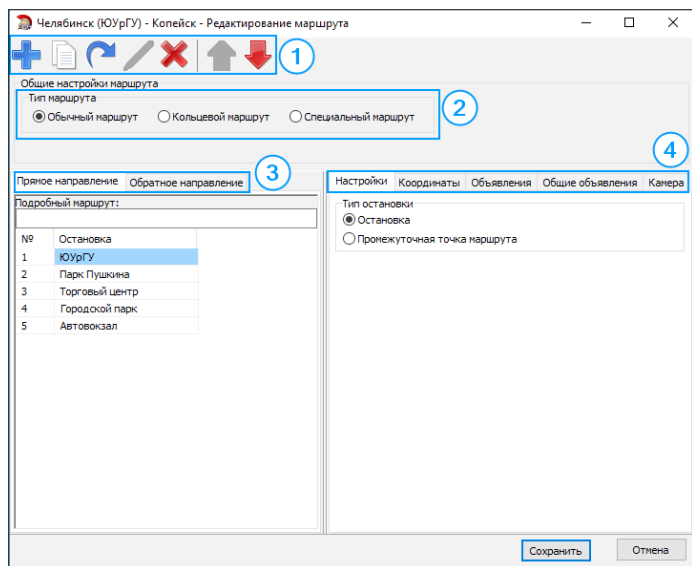

Рис.65. Редактор маршрута.
4. Для редактирования точек маршрута следует выделить нужный маршрут в списке и выбрать команду *Главное меню/Редактировать* или нажать кнопку «Редактировать выделенный маршрут» на панели инструментов. Откроется меню «Редактирование маршрута» (Рис.65).
5. В меню «Редактирование маршрута» добавить новую остановку можно, нажав кнопку «Добавить остановку» на панели инструментов (Рис.65, п.1). Остановка может быть создана из копии существующей. Для этого следует выделить нужную остановку и нажать кнопку «Копировать остановку». Все настройки выбранной остановки будут скопированы в новую. Данная функция удобна, когда необходимо добавить в список несколько остановок с аналогичными свойствами. Для удаления остановки следует выделить остановку и нажать кнопку «Удалить остановку» на панели инструментов. Кнопки «Вверх» и «Вниз» позволяют изменить порядок прохождения остановок.
6. **Тип маршрута:** обычная или кольцевая (Рис.65, п.2). Отличие обычного маршрута от кольцевого в том, что для кольцевого маршрута последняя остановка не дублируется.
7. **Направление маршрута:** прямое направление или обратное направление (Рис.65, п.3). В маршрут достаточно добавить остановки одного направления, обратный маршрут может быть создан из уже созданного при помощи кнопок «Копировать прямое направление в обратное» и «Копировать обратное направление в прямое». При создании обратного маршрута порядок остановок меняется на обратный. Также оба направления могут быть созданы вручную.
8. После добавления остановки следует настроить ее свойства. Настройки остановок расположены на отдельных вкладках (Рис.65, п.4).